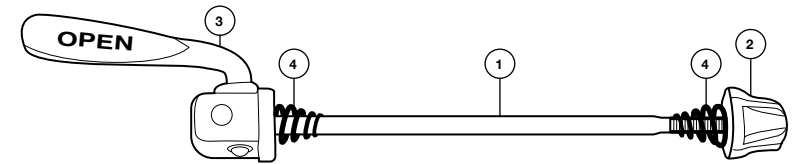

Figure 14. Axe à blocage rapide : ① Tige ② Écrou ③ Levier ④ Ressort conique
2. Vérifiez que les ressorts coniques se trouvent bien de chaque côté du moyeu et que la plus petite circonférence de ces derniers soit orientée vers le moyeu (vers le centre de la roue) comme sur la Figure 14.